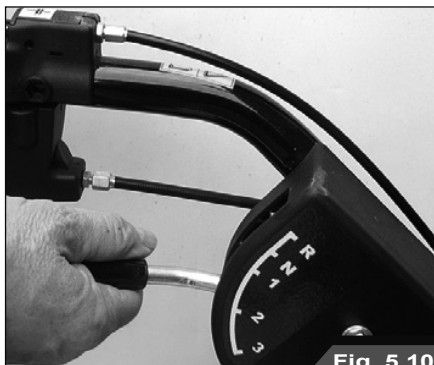

Fig. 5.10
Vuestra trituradora de barras está dotada de 3 marchas hacia adelante, 1 velocidad para marcha hacia atrás y la posición neutra. Para cambiar marcha basta actuar sobre la palanca selector marchas (Fig. 5.10) colocada en la manecra izquierda que regula el movimiento de vuestra máquina. Con la 3ª marcha se alcanza una velocidad máquina de 3,4 Km/h mientras con la marcha hacia atrás (R) la velocidad es de 2,2 Km/h.